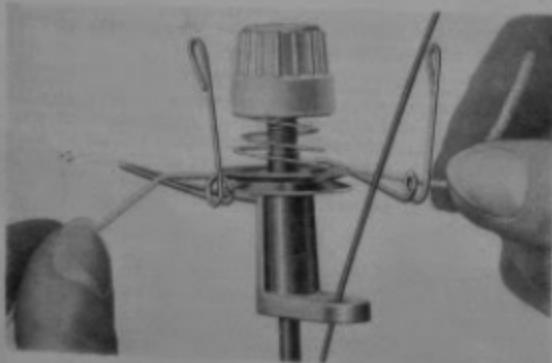

Рис. 18
- Захватив правой рукой конец нити и левой рукой нить на расстоянии 10–15 см, растянутую нить кладут с задней стороны прижимных шайб на проволоку и затем притягивая ее на себя, закладывают нить между шайб (рис. 18). Затем описывая обеими руками полукруг, закладывают нить в открытые прошечные петли,